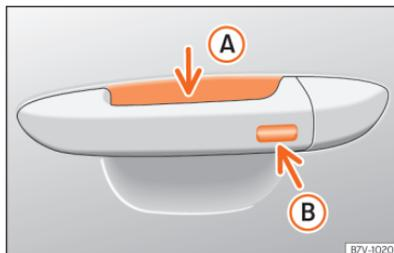

Fig. 52 Manípulo da porta: superfícies sensoras.
»» Fig. 52
- Toque na superfície sensora »» **Fig. 52 B** situada no lado exterior do manípulo da porta. Todos os indicadores de direção piscam uma vez.
- Antes de passarem 5 segundos, toque uma vez no sensor do lado exterior do manípulo da porta »» **Fig. 52 (B)**. Ao fazê-lo, não agarre o manípulo. O sistema Keyless Access fica desativado temporariamente.
Para **fechar com a função de conforto** todas as janelas elétricas e o teto de vidro, mantenha um dedo durante uns segundos sobre a superfície sensora de bloqueio »» **Fig. 52 (B)** do manípulo da porta até que as janelas e o teto se tenham fechado.